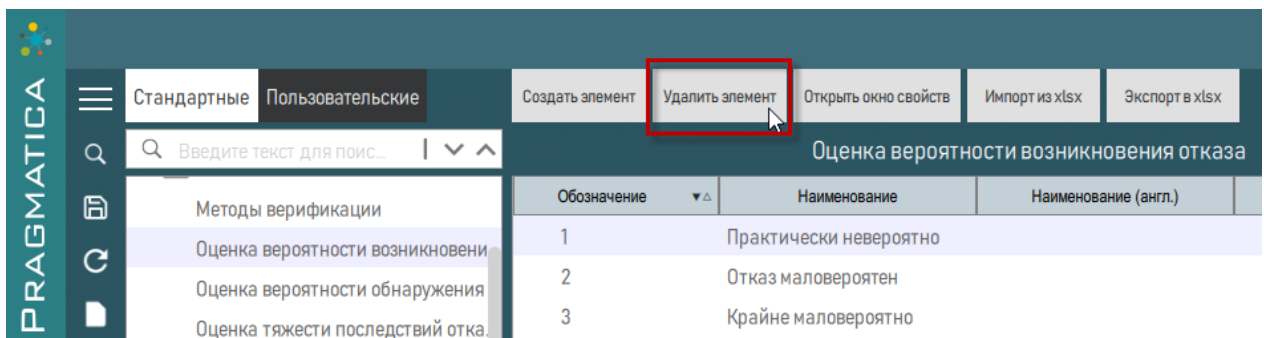

Рисунок 23 – Удаление элемента классификатора
- 2) Нажать кнопку «Удалить элемент» (рисунок 23).